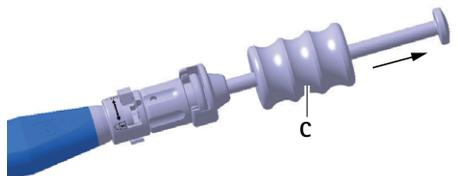

Fig. 6 Knacka ut provimplantatet/implantatet med hammaren
- Knacka försiktigt ut provimplantatet D med hammaren C ur mellankotsutrymmet, se Fig. 6.
- ▶ Knacka försiktigt ut implantatet **a** med hammaren **C** ur mellankotsutrymmet, se Fig. 6.